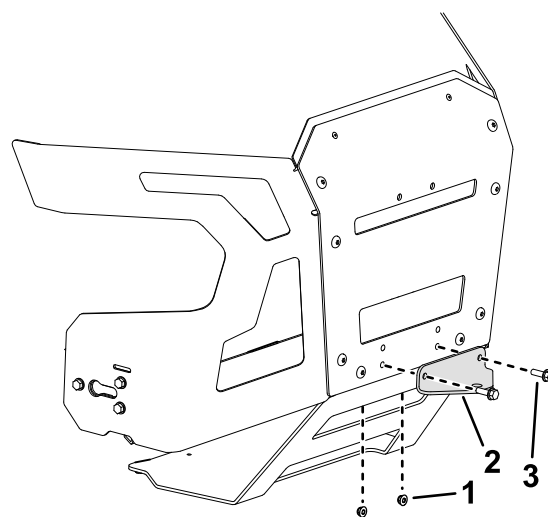

Figura 12
- Îndepărtai cele 2 uruburi, 2 piulie i suportul pentru dispozitivul de cuplare existente de la partea inferioară a apărătorii din spate (Figura 12).